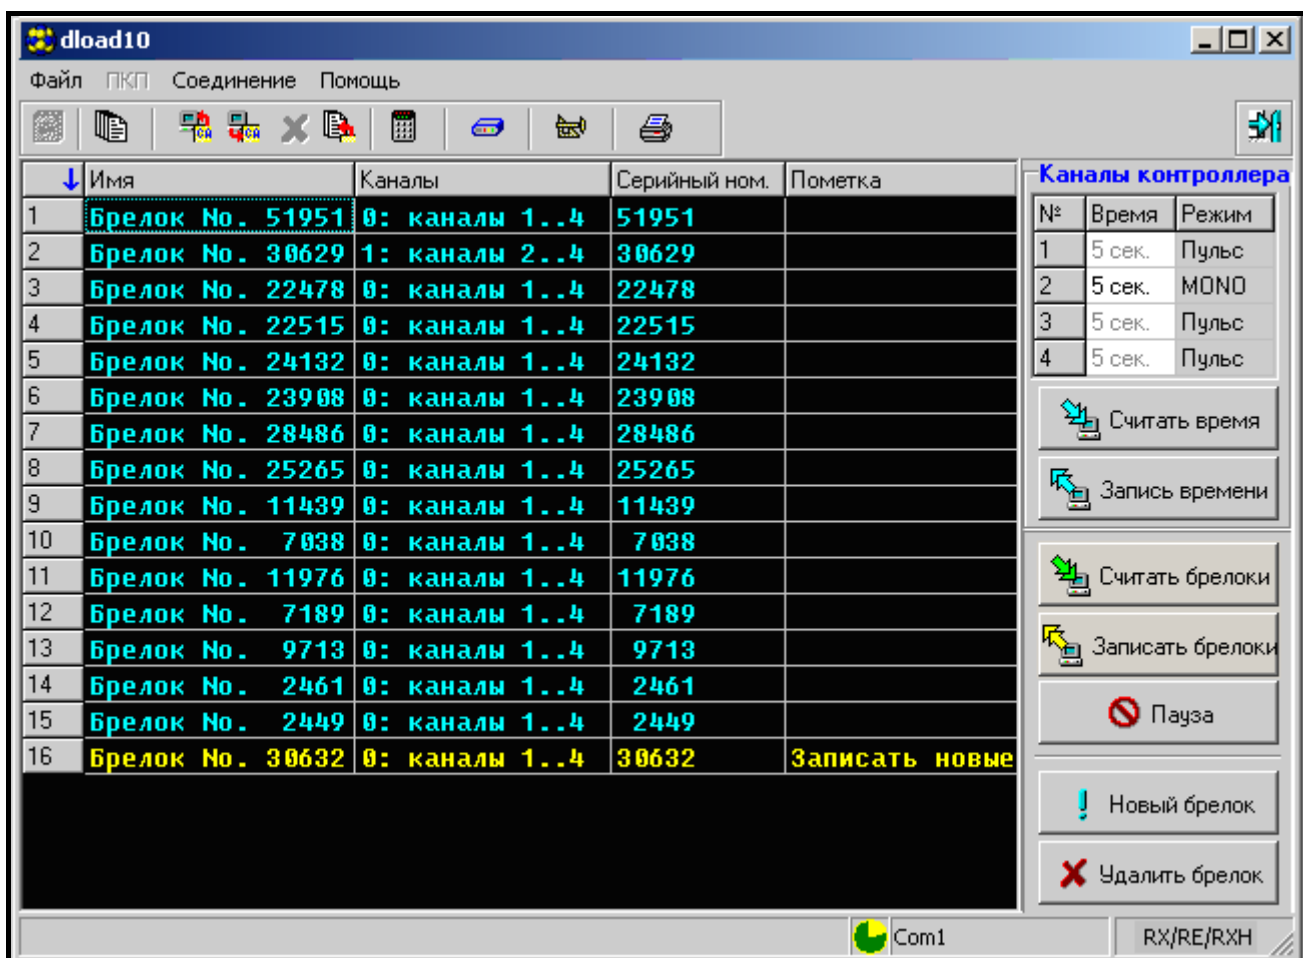

Рис. 2. Окно обслуживания радиоконтроллеров в программе DLOAD10.
6. В программе DLOAD10 в меню «Файл» выберите «Новый», затем «Радиокомплекты RX/RE/RXH - 2K/4K». Откроется окно обслуживания радиоконтроллеров (см.: рис. 2). После щелчка мышью по кнопке «Считать брелоки» появится список записанных брелоков.